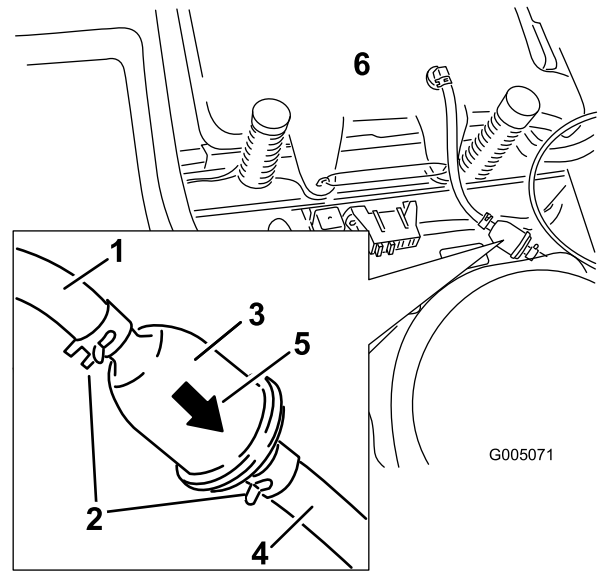

Bild 31
4. Drücken Sie die Enden der Schlauchklemmen zusammen und schieben Sie sie vom Filter weg (Bild 31).
6. Setzen Sie einen neuen Filter ein. Der Pfeil für die Flussrichtung muss vom Kraftstofftank zum Motor zeigen. Schieben Sie die Schlauchklemmen eng an den Filter (Bild 31), um ihn zu befestigen.